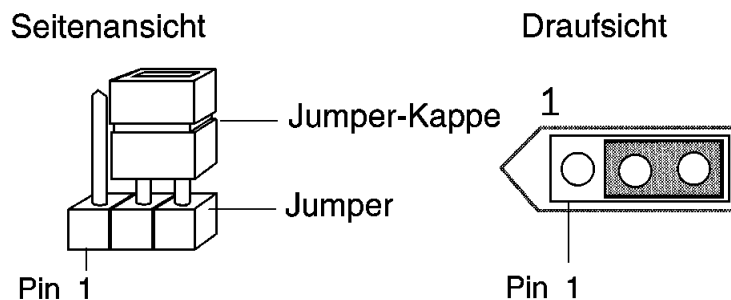

Abbildung C-2. Beispiel für einen Jumper
Abbildung C-2 zeigt einen Jumper (Seitenansicht und Draufsicht) mit drei Stiften, bei dem die Stifte zwei und drei geschlossen sind.
- Ein Kästchen mit einem pfeilförmigen Ende, das den Jumper einrahmt. Das pfeilförmige Ende ist das Ende mit Stift 1 (siehe Abbildung C-2, Draufsicht).